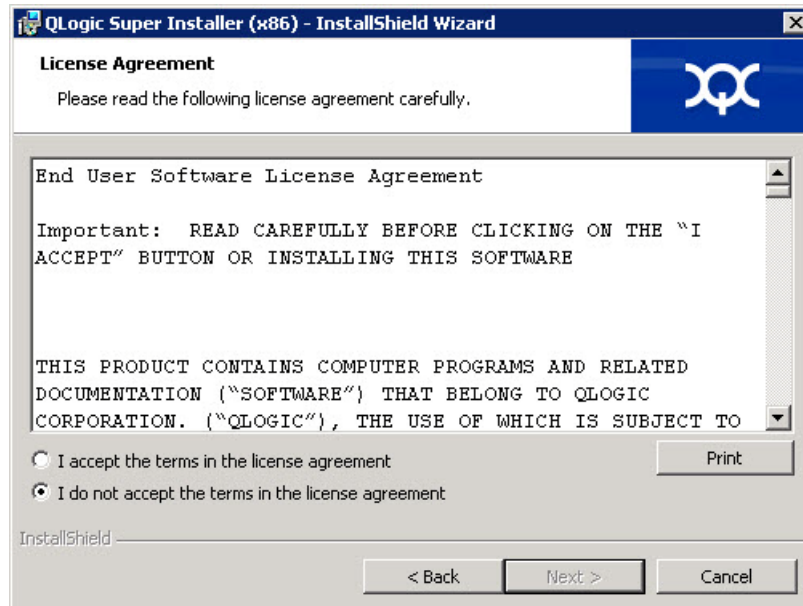

Ilustración 3-3. Asistente QLogic InstallShield: Ventana License Agreement (Contrato de licencia)
4. Realice lo siguiente en la ventana de Contrato de licencia del asistente (Ilustración 3-3):